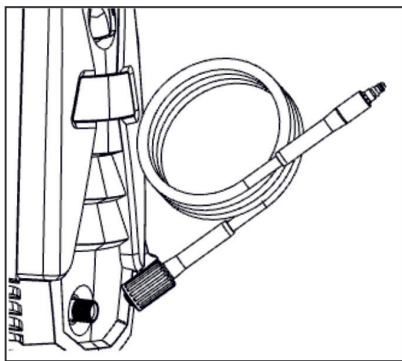

Рис. 5
2. Для моделей моек М 1500, М 1500Р2, М 1600РБ, М 1800РБК, М 1900РБК, подключите шланг высокого давления к штуцеру для шланга высокого давления на мойке (Рис. 5)